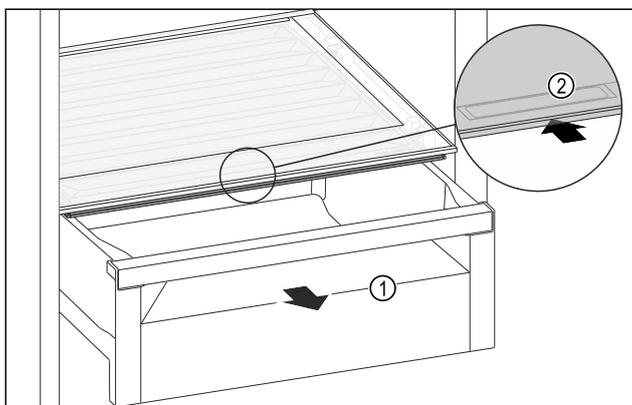

Fig. 138
- ▶ Extrageți sertarul Fig. 138 (1).
- ▶ Prindeți mânerul încadrat Fig. 138 (2) de la capacul compartimentului și glisați concomitent capacul compartimentului spre partea posterioară.